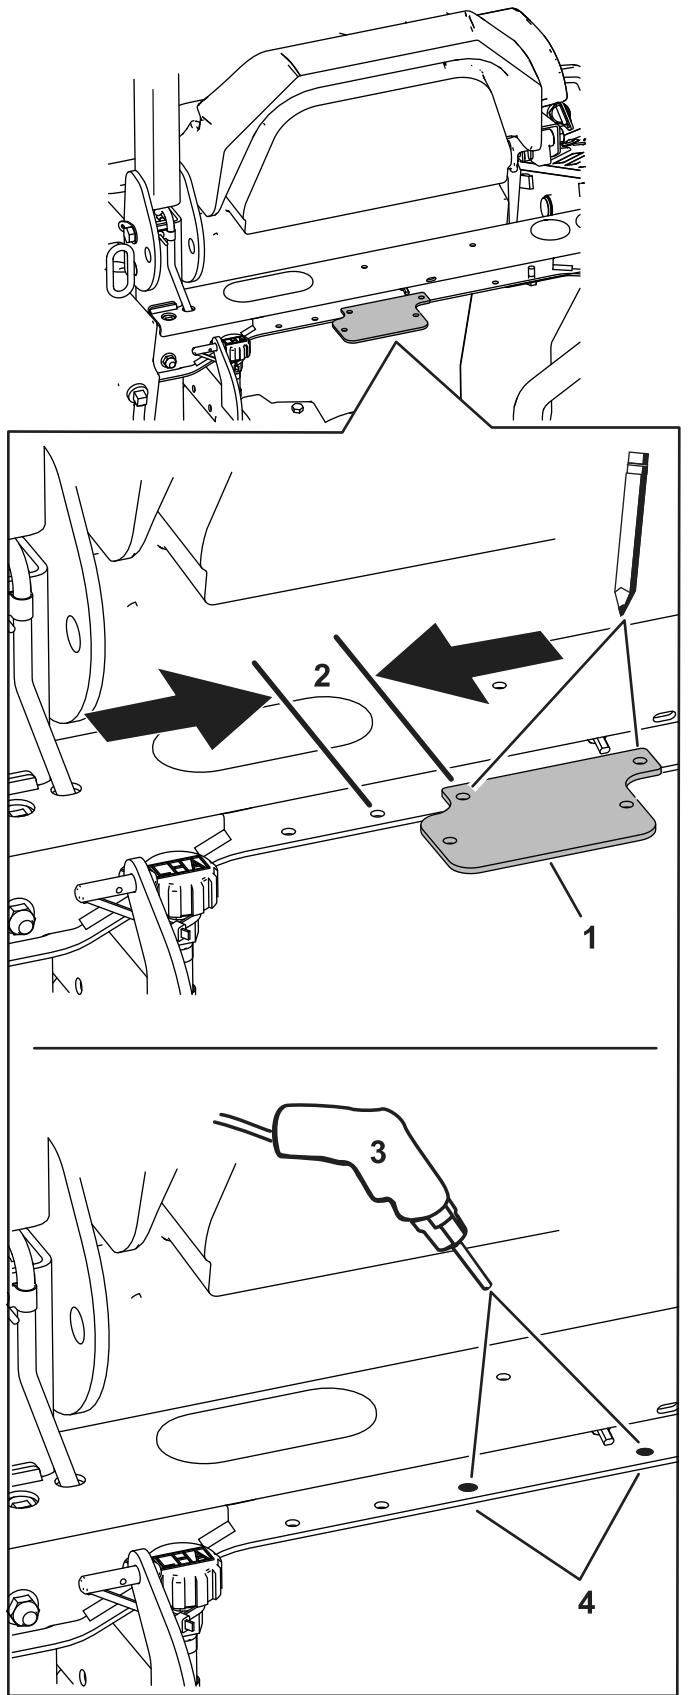

Bild 1
3. Überprüfen Sie den Maschinenrahmen auf vorhandene Bohrungen, siehe Bild 1. Sind die abgebildeten Bohrungen vorhanden, fahren Sie mit Schritt 6 fort.
- 4. Markieren Sie unter Verwendung der Montagehalterung als Schablone die Position des zu bohrenden Lochs (**Bild 1**).
- 5. Bohren Sie Löcher mit einem 9/32" Bohrer in den Maschinenrahmen (**Bild 1**).